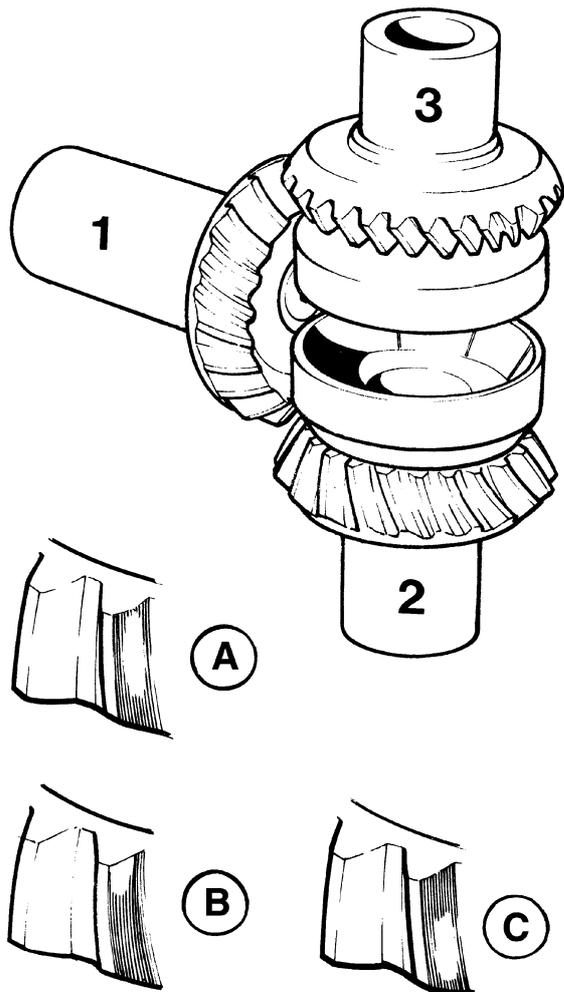

Fig. 15.
8. Désassembler le groupe de pignons et comparer l'empreinte marquée sur les dents à ce qui est indiqué en (A), figure 15. On y trouve représentée sur le côté entraînement des dents l'empreinte qu'il faut tacher d'obtenir sur le pignon de commande 1 (boîte à double roulement) comme sur les pignons 2 et 3 (de marche avant et de marche arrière). Cette empreinte est à peu près ovale et se trouve sur le côté entraînement à la mihauteur de la dent, mais un peu déplacée vers le doigt de la dent.
9. Avec une empreinte comme indiqué en (B), il faudra réduire l'épaisseur des cales sous le pignon de commande 1 (boîte à double roulement), c'est-à-dire déplacer cette couronne vers le centre.